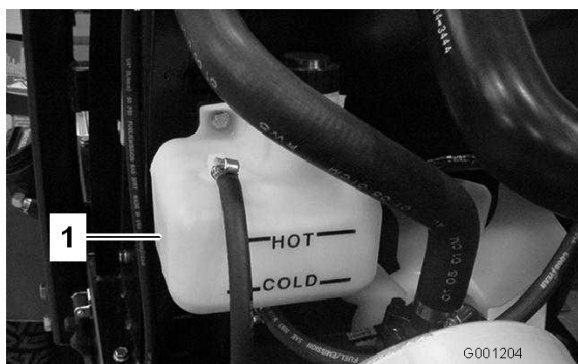

Figura 23
1. Verifique o nível de líquido de arrefecimento do depósito secundário (Figura 23). Este deve situar-se entre as marcas existentes no exterior do depósito.